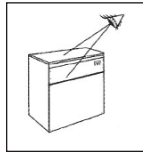

Fig 1.
1) Contrôler que l'appareil n'ait pas été endommagé durant le transport (Fig 1)